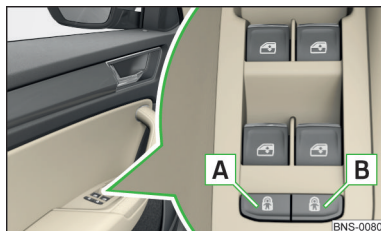

Fig. 59
- Pentru **activarea/dezactivarea** siguranței pentru copii din portiera **stânga** spate, apăsați tasta **A** din portiera șoferului » fig. 59.